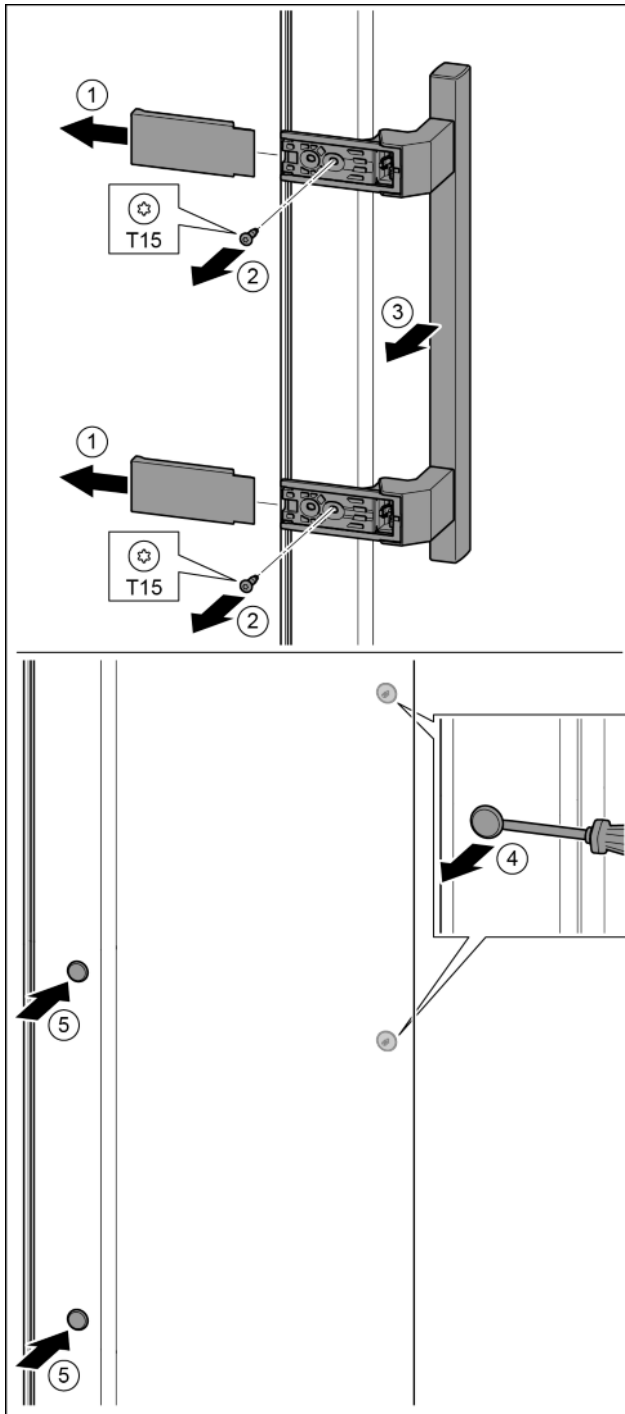

Fig. 19
- ▶ Снять крышку. Fig. 19 (1)
- ▶ Выкрутить винты отверткой T15. Fig. 19 (2)
- ▶ Снять ручку. Fig. 19 (3)
- ▶ Осторожно приподнять шлицевой отверткой боковые заглушки и вынуть их. Fig. 19 (4)
- ▶ Заглушки снова вставить с другой стороны. Fig. 19 (5)